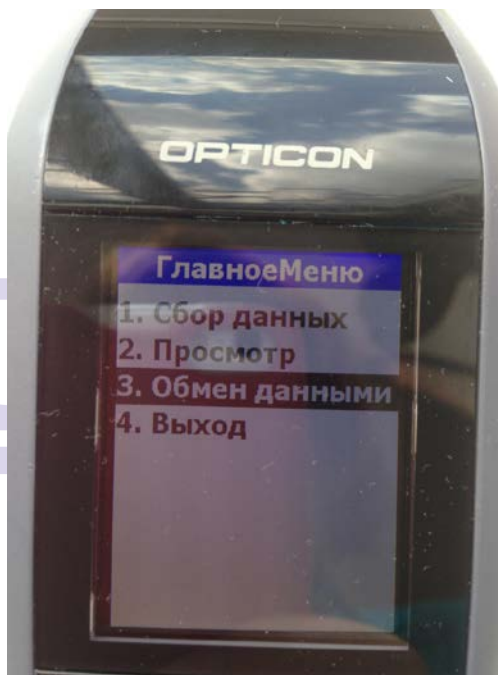

Рис. 447
1. На терминале Opticon Smart в главном меню необходимо выбрать пункт «Обмен данными» (см. Рис. 447) и нажать клавишу [Enter] на устройстве.
Для просмотра отсканированных товаров и их количества на терминале в главном меню необходимо выбрать пункт «Просмотр» (см. Рис. 447).